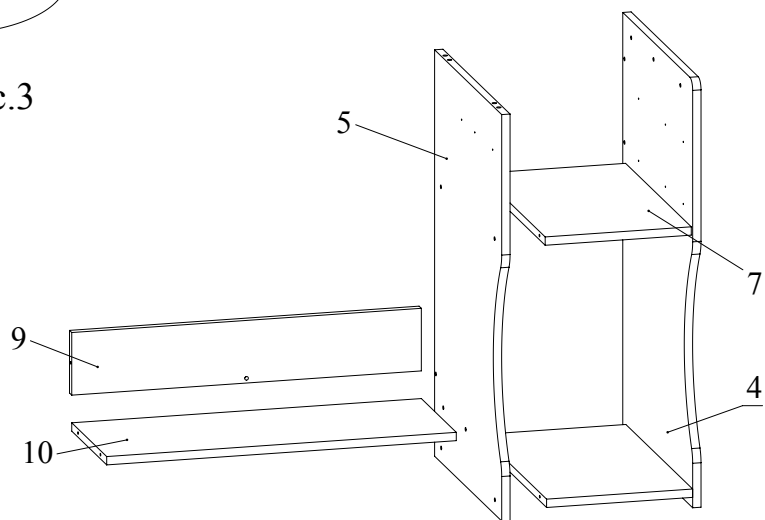

Рис.5
- Соединить конфирматами 7x50 боковину 5 с проножкой 9 и полкой 10. К полученной сборке прикрепить боковину 5 конфирматами 7x50 (Рис.5).
- Скрепить конфирматами 7x50 боковину 5 с полками 6, 7 (Рис.5).